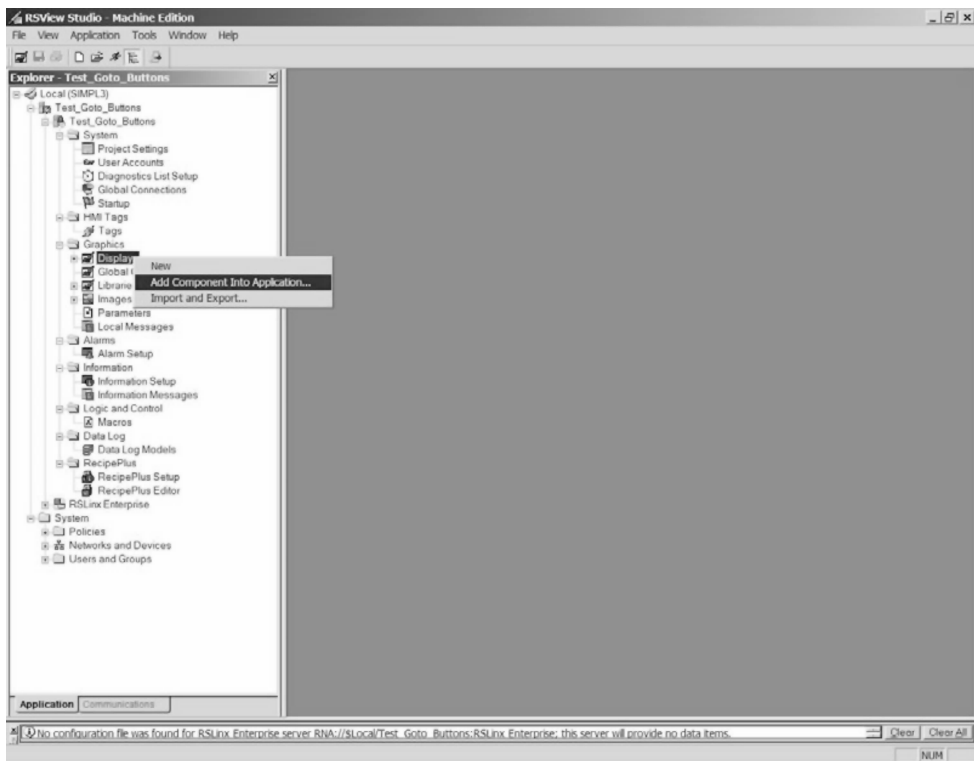

图 24-35 添加“PowerFlex 转到显示界面”文件
3. 接下来，通过右键单击系统树中的“显示界面”(Display)文件夹，并选择“将组件添加到应用中”(Add Component into Application)，将“PowerFlex 转到显示界面”文件添加到 RS-View 应用中，如图 24-35 所示。